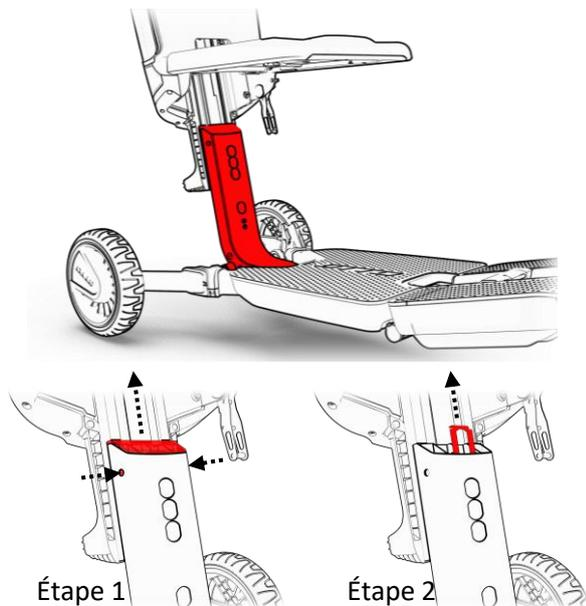

Figure 24 Capuchon de réglage du siège
1. L'ATTO doit être en position ouverte pour régler la hauteur du siège. Placez le siège en position verticale, repérez le capuchon de réglage de la hauteur du siège, sous le siège, juste en dessous de ses pivots, et retirez-le en enfonçant les deux goupilles sur les côtés avec un tournevis (voir la figure 24, étape 1).
2. L'équerre métallique qui se trouve sous le capuchon doit être retirée. Prenez l'équerre entre vos doigts et retirez-la. Prenez note de la position de l'équerre pour en faciliter son repositionnement (voir la figure 24, étape 2).